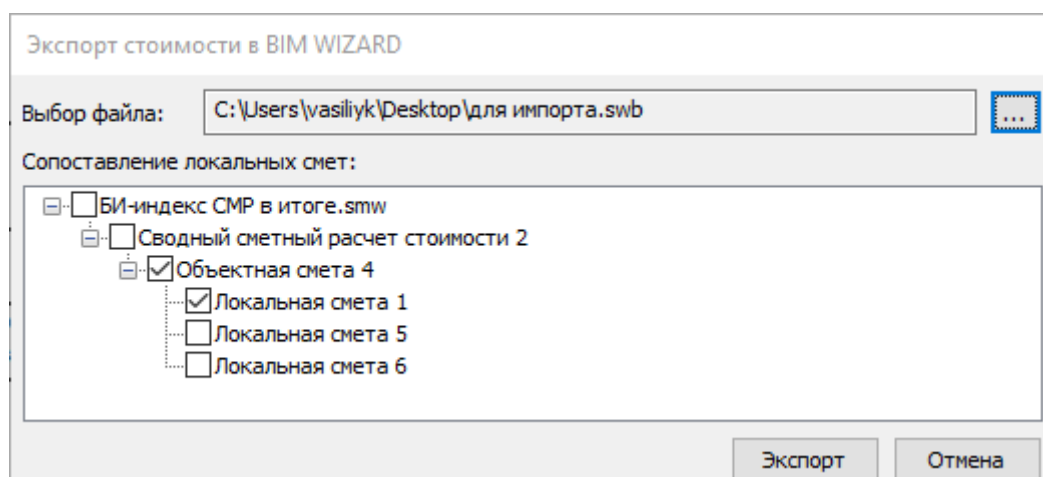

Рис. 6.2 Диалоговое окно Экспорт в BIM WIZARD
3. В открывшемся диалоговом окне *Экспорт стоимости в BIM WIZARD* (рис. 6.2) выбрать формы, стоимость позиций которых необходимо экспортировать. В качестве файла необходимо указать документ SWB, на основании которого производилось формирование сметы.